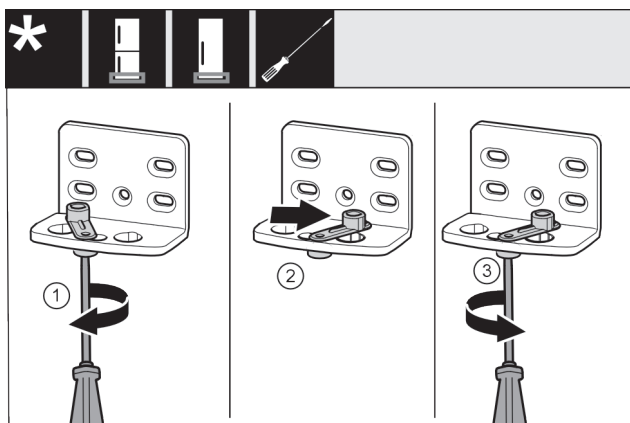

Fig. 13
- Vijake Fig. 13 (1) rahlo privijte z izvijačem.
- Privzdignite pripomoček za zapiranje vrat Fig. 13 (2) in ga v luknji zavrtite za 90° v desno.
- Zategnite vijak Fig. 13 (3) z izvijačem.